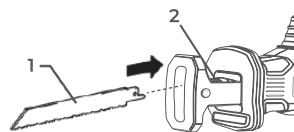

РИС. 3
Для установки пильного полотна (рис.3), поверните втулку (2) быстросъемного механизма (патрона) против часовой стрелки. Не отпуская втулку держателя, вставьте пильное полотно (1) в паз. После установки пильного полотна зажим автоматически возвращается в исходное положение. Проверьте надежность крепления полотна!